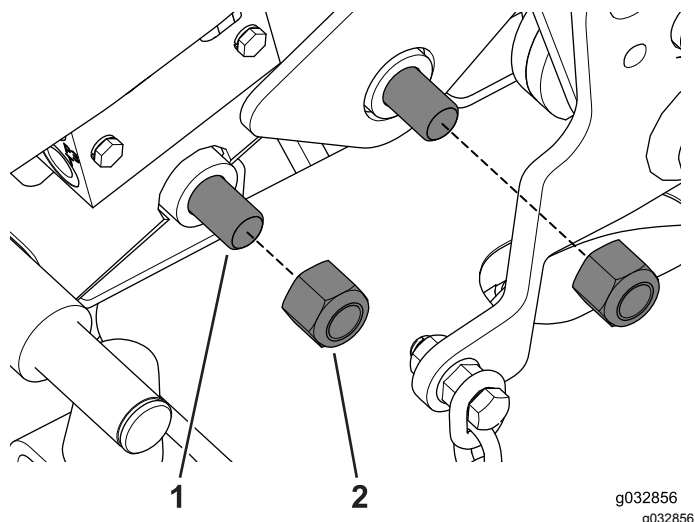

Figure 121
2. Alignez les trous de boulon pour monter les boulons et les entretoises, légèrement serrés, sur le côté gauche de la machine (Figure 121).